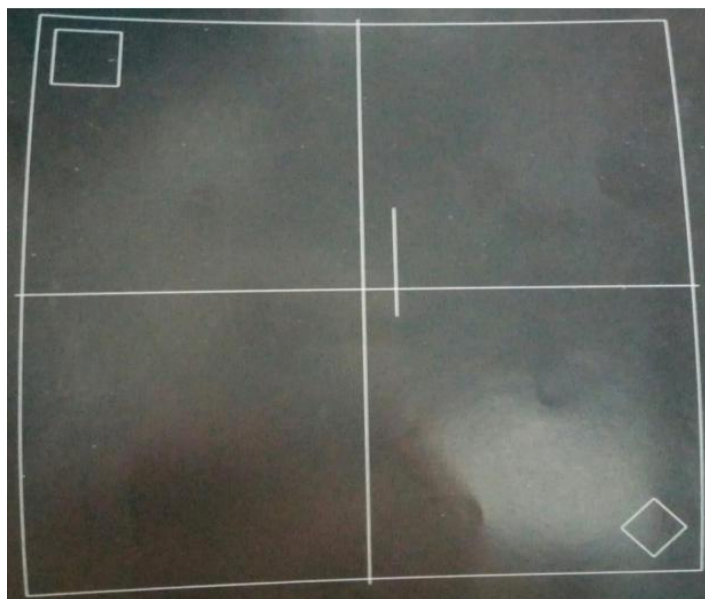

图 6
6. 在工作台上放置一张黑色相纸，点击“标刻测试图形（3\*3）”，设备会标刻出如图 6 所示的“田”字型图案。